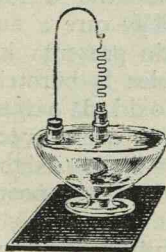

Fig. 206. Lampa Davy. Fig. 207. Oxidarea vaporilor de eter.
**Expérience. 1.** Punem într'o lampă de spirt un amestec de alcool și eter, fig. 206. Așezăm deasupra fitilului o spirală de platin, făcută răsucind pe o vergea de sticlă o sârmă cât mai subțire de platin. Aprindem lampa și după ce spirala e înroșită stingem flacăra suflând în ea printr'un tub de sticlă, așa ca să nu răcim spirala. Sârma de platin rămâne tot înroșită. E bine să se pue la lampă un tub scurt de sticlă ca un fel de cilindru de lampă care face ca vaporii să se ridice numai în sus.